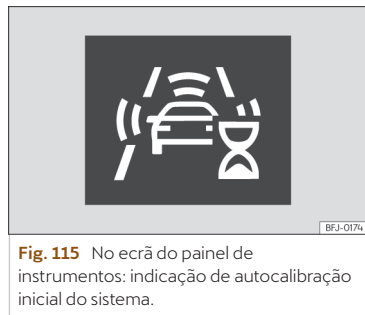

Fig. 115 No ecrã do painel de instrumentos: indicação de autocalibração inicial do sistema.
- Durante vos primeiros instantes de condução após unir a ignição, devido à autocalibração inicial do sistema. Durante esse período mostra-se um ícone de estado >>> **Fig. 115.**